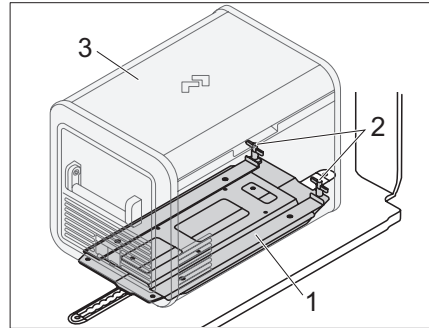

Fig. 81 Soporte (equipamiento especial)
- ▶ Colocar la nevera portátil (Fig. 81,3) en el soporte (Fig. 81,1).
- ▶ Fijar con el apriete (Fig. 81,2) la nevera portátil.